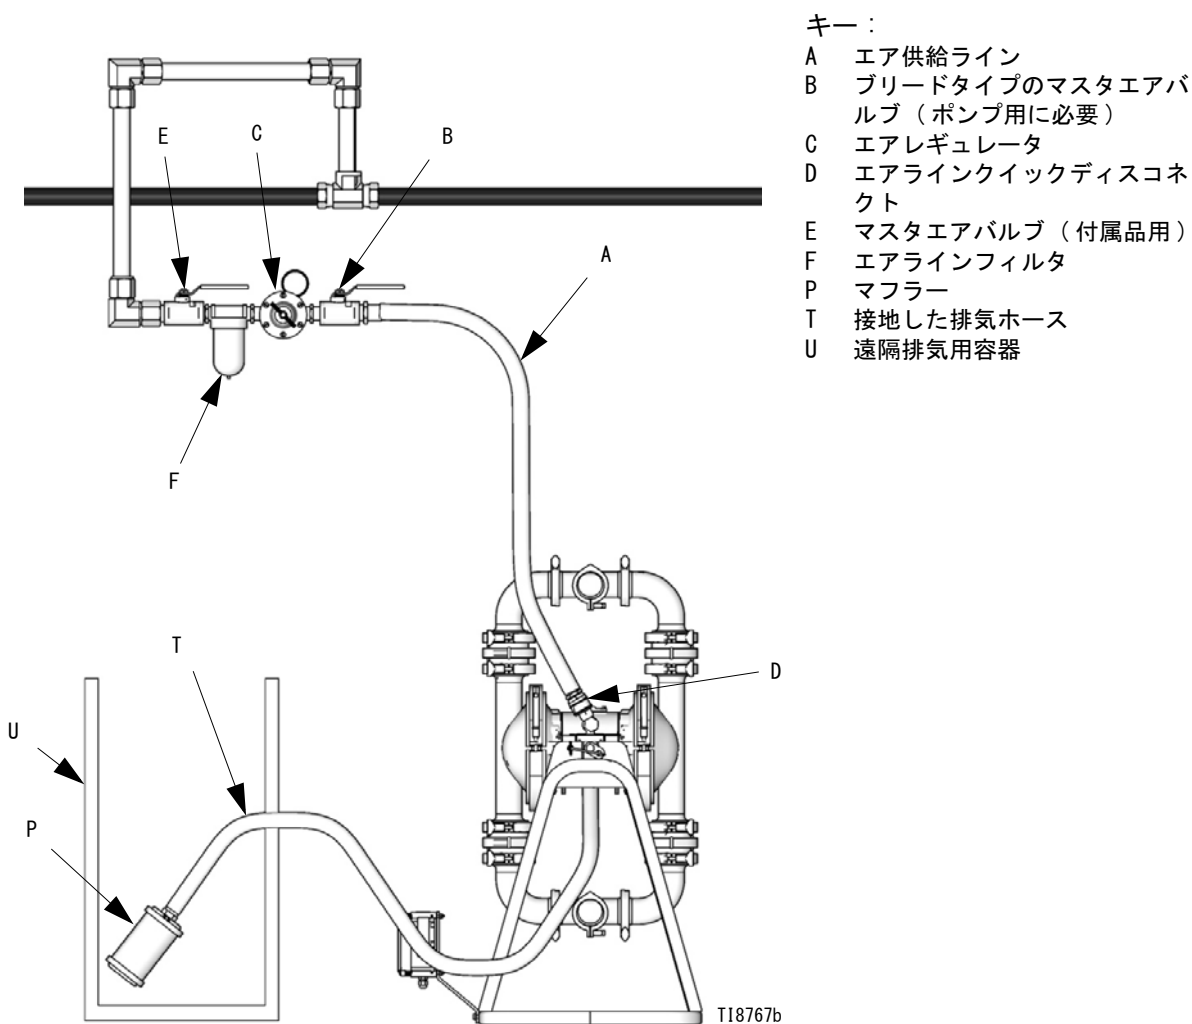

図5：排気の換気
ダイヤフラムが破損した場合、ポンプ処理中の液体が排気とともに空気中に排出されます。液体を受け止める適切な容器を、排気ラインの最後に配置してください。図5を参照のこと。
1. ポンプの排気ポートからマフラー (P) を取り外します。図5を参照のこと。
2. 接地された排気ホース (T) を取り付けて、マフラー (P) をホースの反対側の端に接続します。排気ホースの最小径は、19 mm (3/4 in.) ID です。4.57 m (15 ft) より長いホースが必要な場合は、直径がさらに大きいホースを使用します。ホースを鋭い角度で曲げたり、ねじらないようにしてください。
3. ダイヤフラムが破損したときでも液体を受け止められるよう、排気ホースの末端に容器 (U) を設置します。図5を参照のこと。